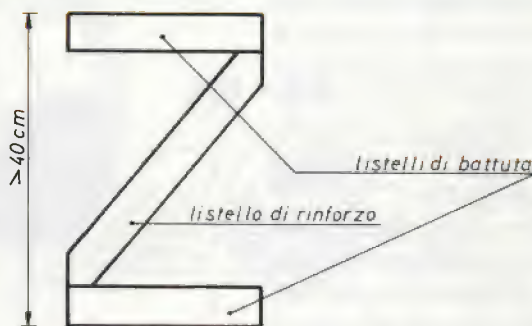

figura 4 -
g) Qualora le dimensioni di un pannello siano prossime o eccedano i 40 centimetri, occorre montare, lungo la sua diagonale, un listello di rinforzo. La massima efficacia si ottiene montandolo sul taglio anche se il suddetto listello è a sezione quadrata per via della disposizione delle fibre (figura 4).